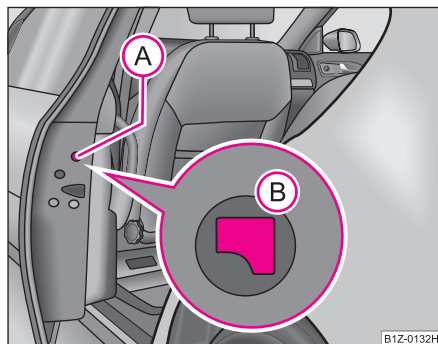

Fig. 29 Puerta trasera: Bloqueo de emergencia de la puerta
- Desmontar el paramento (A) ⇒ fig. 29.
- Insertar la llave en la abertura debajo del paramento y empujar la palanca de inmovilización (B) hacia dentro hasta el tope.